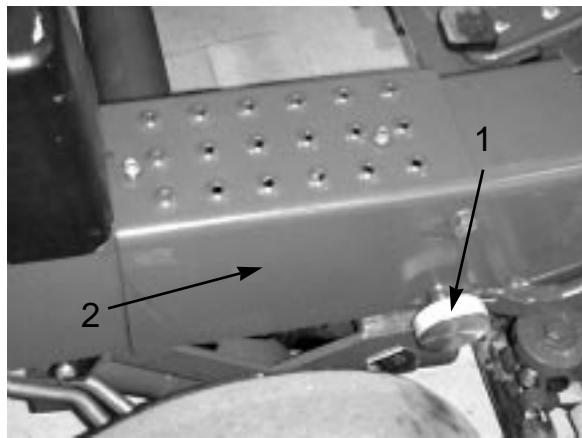

図 4
5. ハンドルアームをノッチに合わせ、ノブとピンで固定する(図4)。
6. 右側ステップをフレームに取り付ける（セルフタッピング・ネジ2本：図4）